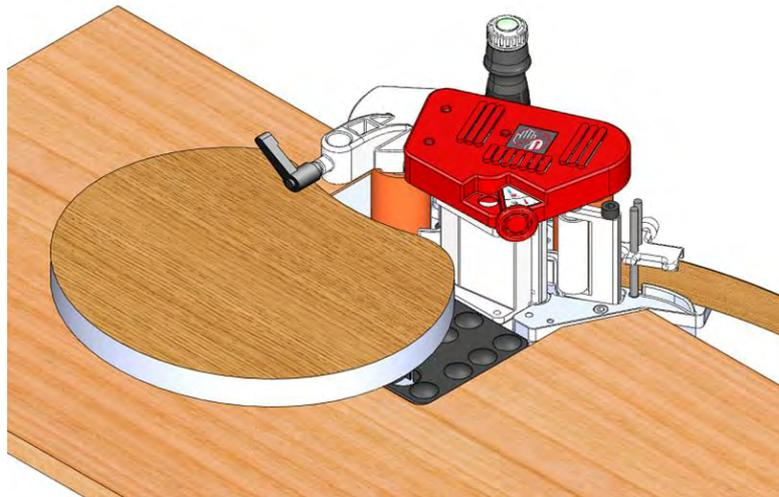

Fig15
- Les petites pièces peuvent maintenant être facilement usinées (Fig15)